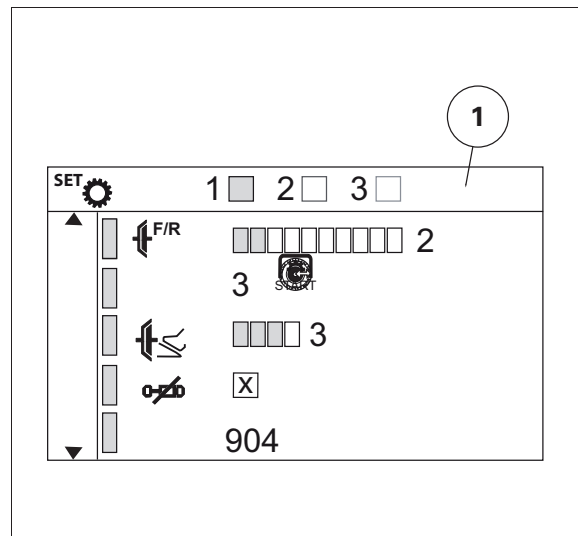

Fig. 38.
3. Pulse la tecla de flecha hacia la derecha para mostrar los ajustes de la transmisión *fig. 38*.